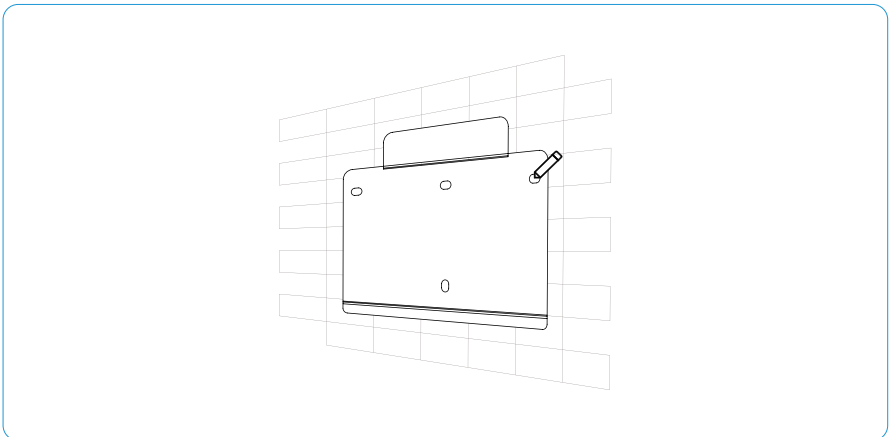

Figura 4-5 Marcarea poziției găurilor
1) Utilizați suportul de perete ca șablon pentru a marca poziția celor 4 găuri pe perete. Consultați Figura 4-5 pentru detalii: